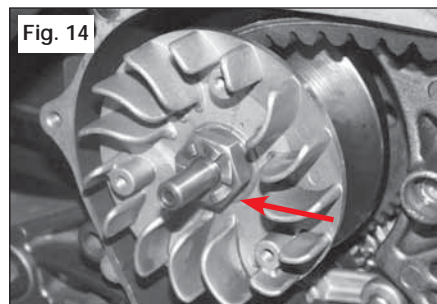

Fig. 14
- Inserire il dado (Fig. 14).
- Insert the nut (Fig. 14).
- Insérez l'écrou (Fig. 14).
- Setzen Sie die Mutter ein (Fig. 14).
- Insertar la tuerca. (Fig. 14).